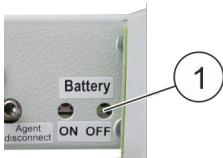

Abb. 87: Akku-Taster
4. Akku-Taster "Battery OFF" (Abb. 87/1) betätigen.